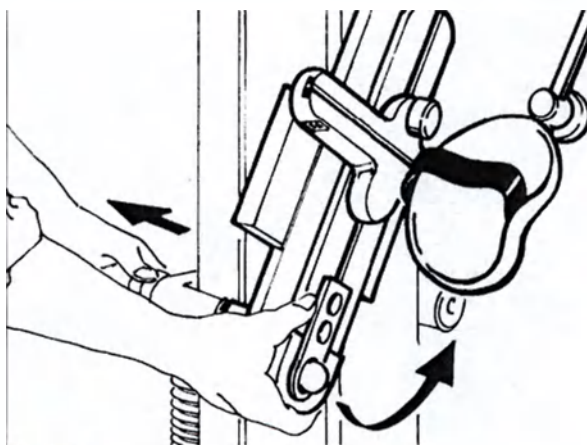
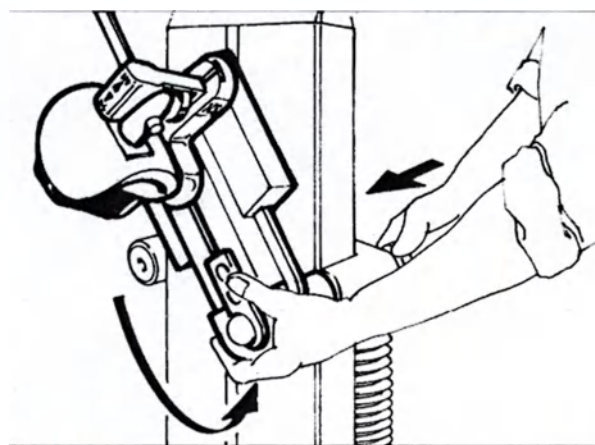

Рис. 1
Рис. 2
В зависимости от того, сустав правого или левого плеча мы собираемся разрабатывать, механическую руку следует зафиксировать на правом или левом центре вращения (см. Рис. 1, 2). Сбоку от этих центров вращения имеются надписи, позволяющие не перепутать, на каком из центров вращения должна быть зафиксирована механическая рука при каждом виде реабилитации". Центры вращения обозначены цифрой 5 на рисунке
□□ Выкрутите фиксатор (22), придерживая при этом механическую руку (рис.1). Механическая рука имеет крепление в верхней части аппарата и может совершать вокруг него маятниковые движения. Переместите механическую руку к другому центру вращения (рис. 2), и закрутите фиксатор (22).